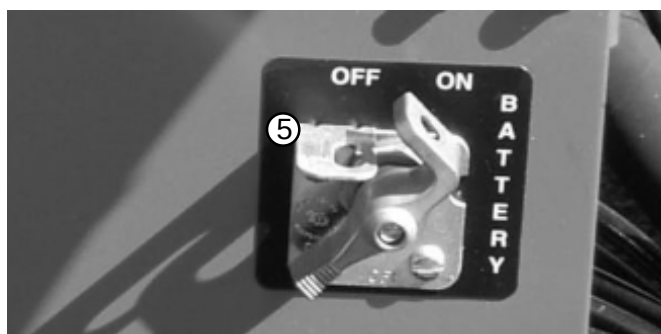
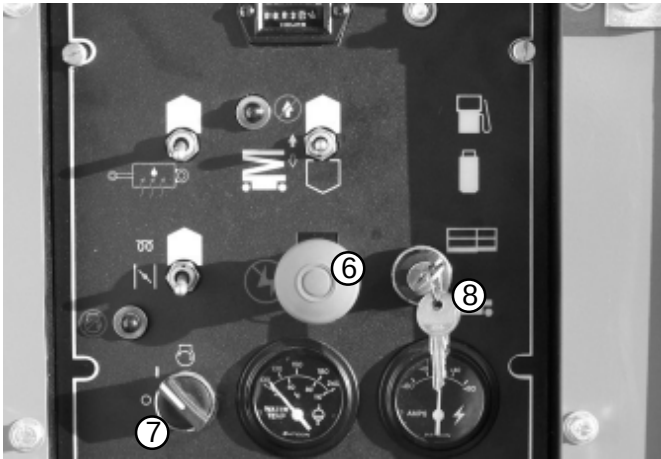

Fig. 9.4
Fig. 9.5
2. Kontrollera att **nödstoppsbrytaren** (6) är utdragen (se fig. 9.5).
3. Kontrollera att **huvudbrytaren** (7) är i läge "Till" (se fig. 9.5).
4. Kontrollera att **väljarbrytaren** (8) är i läge "Plattform", (uppåt) (se fig. 9.5).
5. Om **huvudströmbrytaren** (5), (se fig. 9.4), **nödstoppsbrytaren** (6), **nyckelbrytaren** (7) och **väljarbrytaren** (8) (se fig. 9.5) är i rätt position, och motorn inte startar från plattformens manöverbox skall väljarbrytaren (8) sättas i läge "Chassi" (nedåt) och försök göras att sänka plattformen från chassits manöverbox.